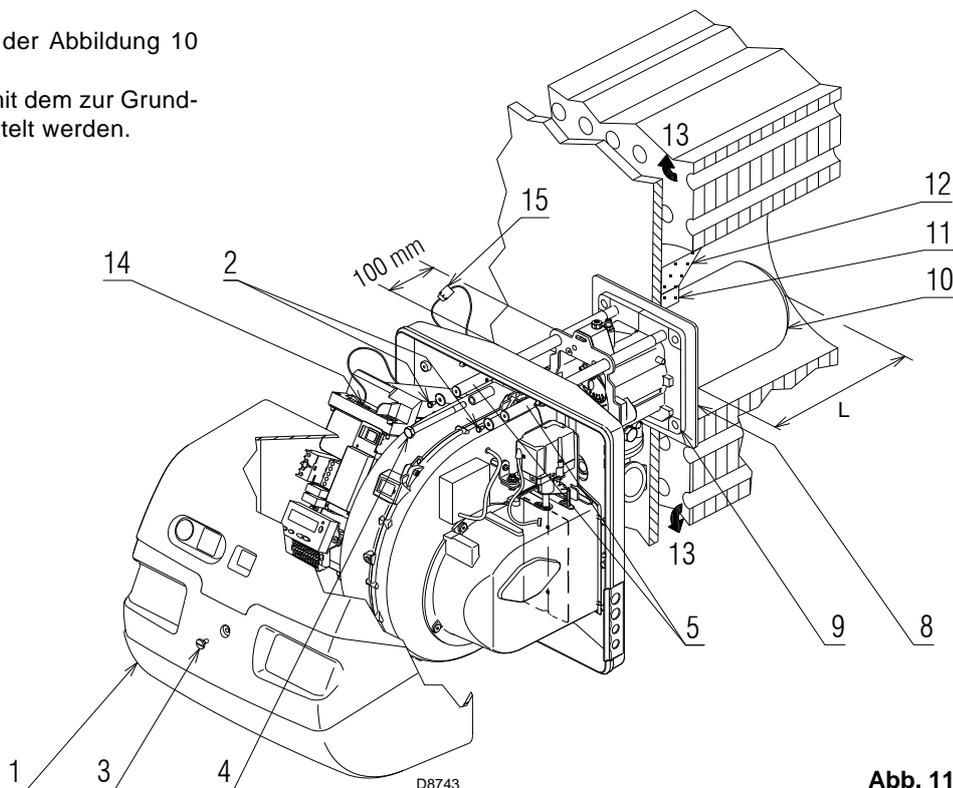

Abb. 11
Stellen Sie bei Kesseln mit vorderem Rauchumlauf 13) eine Schutzvorrichtung aus hitzebeständigem Material 11) zwischen dem als Hitzeschutz zwischen Kessel 12) und Flammrohr 10) aus. Diese Schutzschicht muss so angelegt sein, dass das Flammrohr ausbaubar ist. Siehe Abb. 11.
Dann den Flammkopf vom übrigen Brenner trennen, Abb. 11.
Den Flansch 9) (Abb. 11) an der Heizkesselplatte befestigen und die mitgelieferte Isolierdichtung 8) (Abb. 11) einfügen.
- den Brenner auf den Führungen 3) etwa 100 mm von Muffe 4) - Brenner in der in Abb. 11 gezeigten Position montieren;
- den Stecker des Stellmotors 14)(Abb. 11) anschließen und die Kabeldurchführung 15)(Abb. 11) anschrauben;